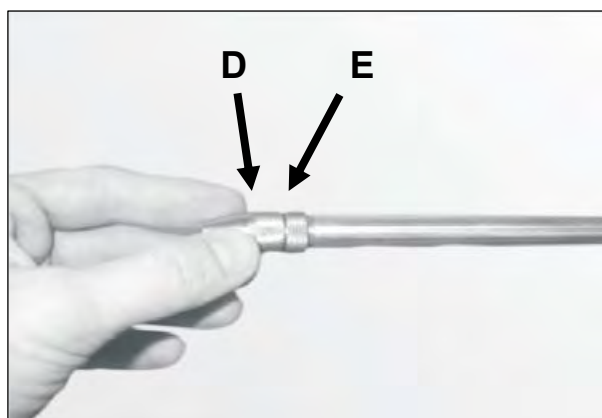

Рис. 19
5. Ширина распыляемой струи регулируется поворотом насадки **D**, которая фиксируется на пистолете гайкой **E** (рис. 19).